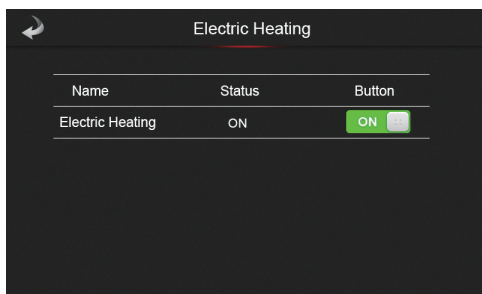

Рис. 18-1 Інтерфейс електронагрівання
В інтерфейсі налаштувань (Мал. 10), коли внизу (38) відображається «OFF Electric Heating», спочатку переконайтеся, що пристрій працює в режимі опалення, потім натисніть кнопку "Electric Heating" (38), щоб перейти до інтерфейсу "Electric Heating" (рис.18-1). Натисніть кнопку увімкнення і активується режим додаткового електронагрівання; коли пристрій працює в режимі додаткового електронагрівання, вимкніть функцію електричного нагріву, виконавши ті самі дії.